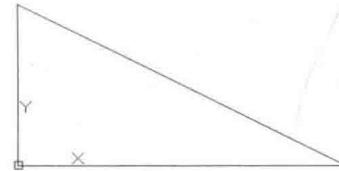

图 1-5 利用绝对极坐标绘制的三角形
step 02 输入(10<90)定位第三点，输入“C”闭合图形，绘制完成的三角形如图 1-5 所示。